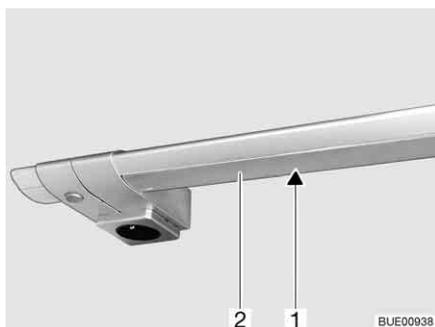

Bild 226 Kochstellenleuchte
- Abdeckung (Bild 226,2) mit beiden Händen leicht zusammendrücken und nach unten ziehen. Mit dem Herausziehen immer ganz links oder ganz rechts beginnen.
- Halogenleuchte (Bild 226,1) entfernen.